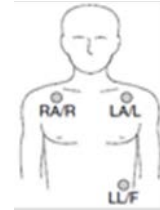

図 3：心電図電極の取付け
- (2) 体表用心電図電極を図 3 のとおり患者に取り付け、ECG ケーブルを接続する。